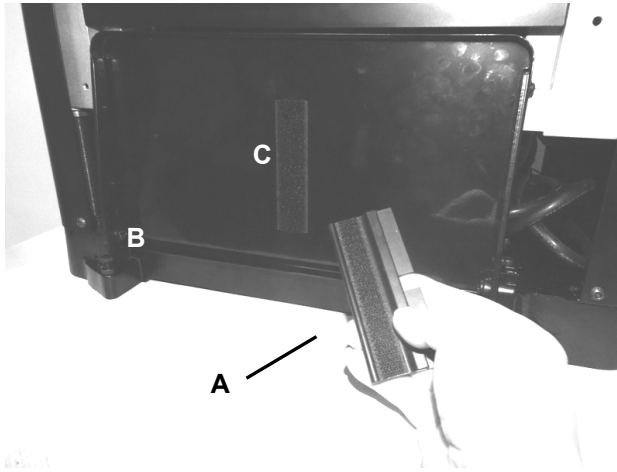

ABB. 6
1. Das Werkzeug zum Messer-Ausbau (A) ist im Lieferumfang inbegriffen. Es ist mit einem Klettverschluss (C) unter dem Auszugstisch (B) befestigt, so dass Sie das Werkzeug dort aufbewahren können, wenn es nicht gebraucht wird. S. Abb. 6 auf der folgenden Seite.